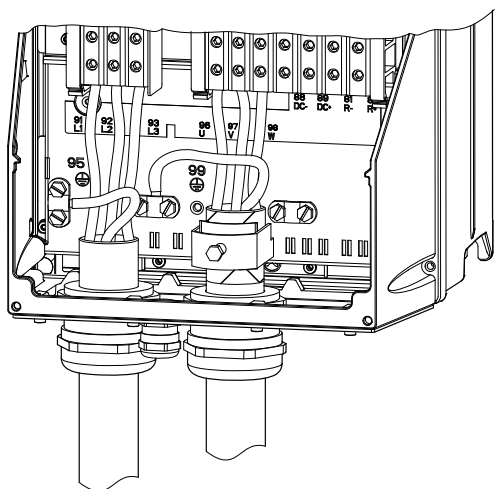

Рис. 18 Подключение питания и двигателя, С1 и С2
1. Подключите заземляющий провод к клемме 95 (PE). См. рис. 18.
1. Подключите заземляющий провод к клемме 99 (PE). См. рис. 18.
2. Подключите провода двигателя к клеммам 96 (U), 97 (V), 98 (W).